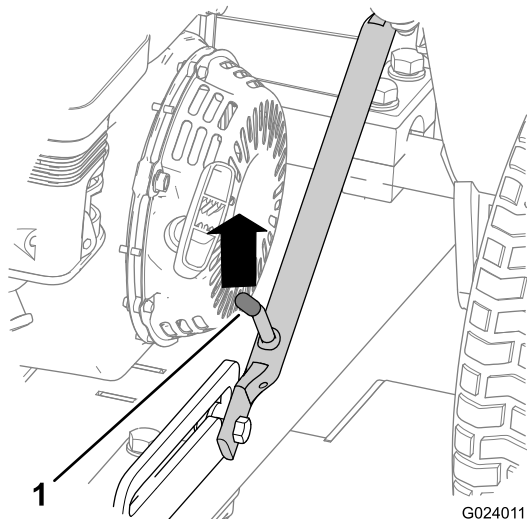
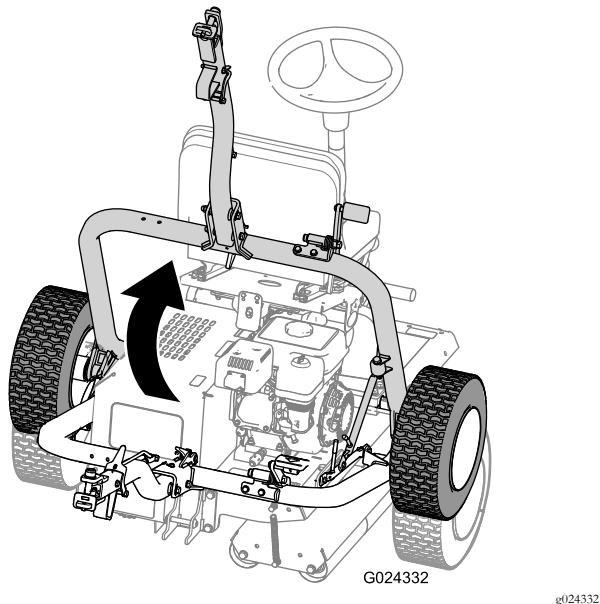

図 25
図 29
- A. ラッチレバーがスライドディテントから外れるまで、ヒッチアセンブリを押し上げる 図 25。
- D. ヒッチを上げて 図 29、ラッチのレバーをスライドディテントにロックする 図 25。